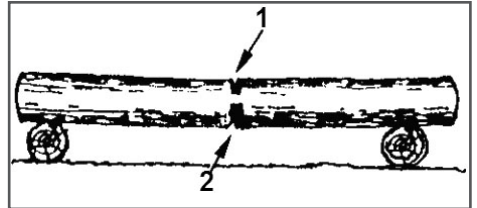

Рис. 12 Пропилы при раскрыжке дерева на двух опорах
- Бревно лежит на двух опорах (Рис. 12). Разгрузочный пропил (1) на 1/3 бревна делается сверху. Основной пропил (2) делается снизу навстречу разгрузочному пропилу.